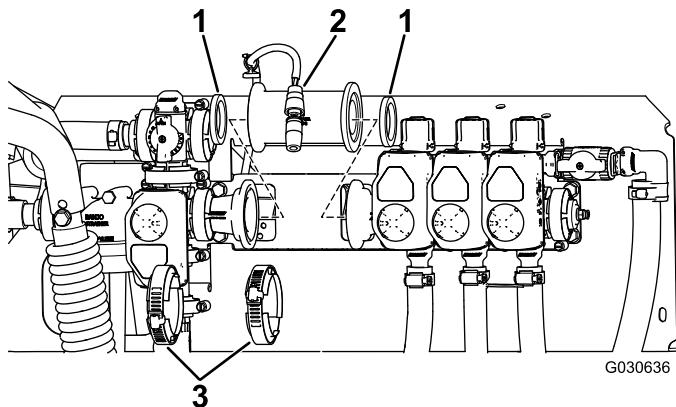

Figure 6
- Montez le débitmètre en ligne entre la vanne KZ et le bloc de vannes de rampes, en dirigeant la flèche de direction de débit vers les 3 vannes de rampes (Figure 6).
- A. Posez le joint existant dans le côté du débitmètre qui s'adapte à la vanne KZ (Figure 6).